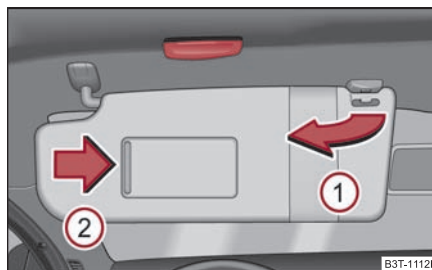

Fig. 70 Pare-soleil: Actionnement
Vous pouvez sortir du support le pare-soleil pour le conducteur resp. le passager AV et le faire pivoter vers la porte dans le sens de la flèche ① ⇒ fig. 70.